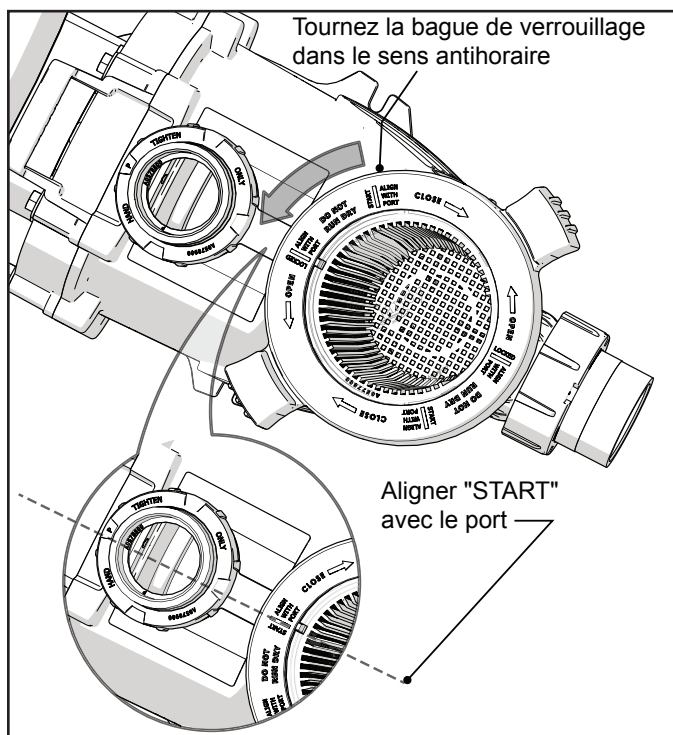

Figure 10. Dégager la bague de verrouillage
4. Tourner la bague de verrouillage selon le sens antihoraire jusqu'à ce que le repère « START » s'aligne sur les ports. Voir « Figure 10. Dégager la bague de verrouillage »